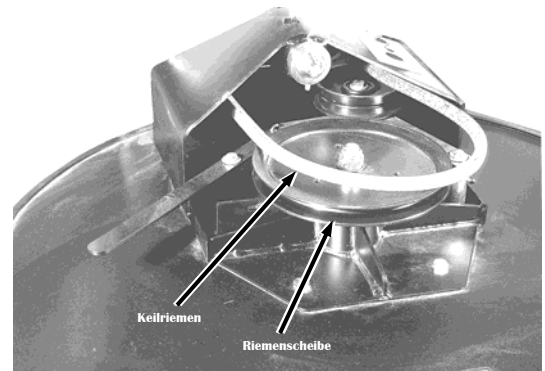
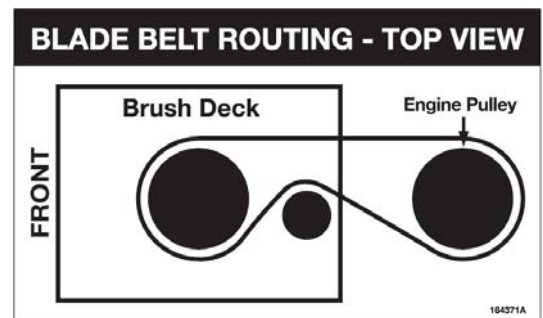
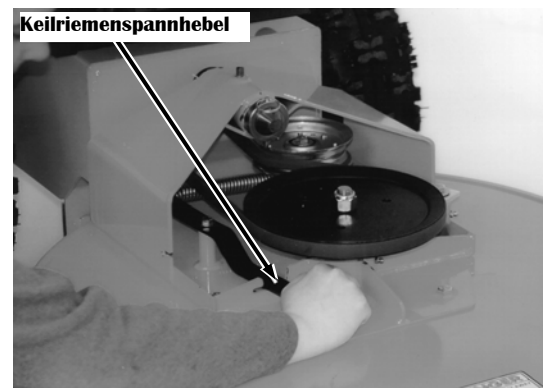

Abbildung 3
Abbildung 4
Abbildung 5
3. Montieren Sie den Keilriemen auf der Riemenscheibe und Kupplung (**Abbildung 3**) und führen den Keilriemen gemäß der Beschriftung auf dem Spindelgehäuse (**Abbildung 4**). Eventuell muss der Spannhebel gelöst werden, wo der Hebel in der Nut gesichert ist (**Abbildung 5**).
4. Ziehen Sie den Riemenspanner (**Abbildung 5**) auf den Keilriemen, wobei der Hebel in der Nut gesichert sein muss.